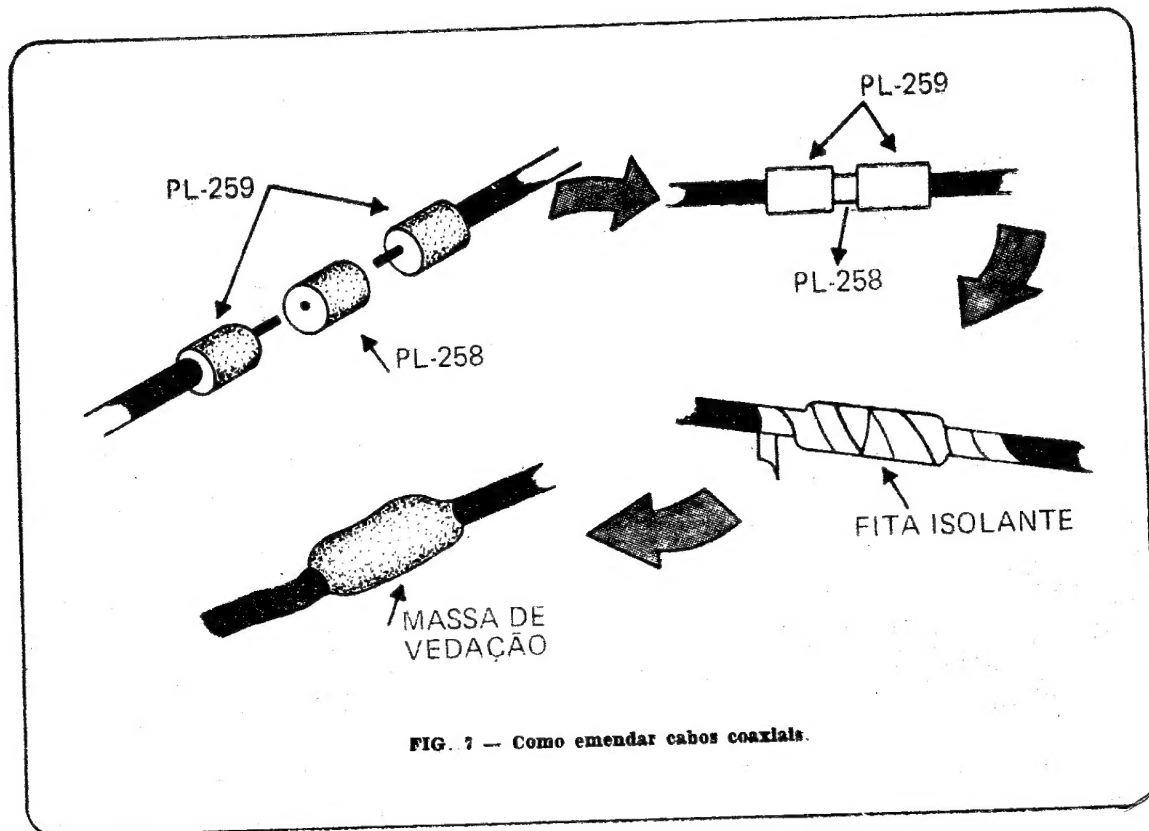

FIG. 7 — Como emendar cabos coaxiais.
d) Há operadores que se apegam à simples idéia de alguém dizer que um coaxial possa ser emendado. Pode sim, e sem que seu desempenho caia de maneira perceptível. Se por qualquer motivo você tiver que emendar um cabo, instale dois conectores PL-259 nas pontas a serem reunidas. Una-as, depois, com um adaptador PL-258 e envolva o conjunto com fita isolante de boa qualidade. Se a emenda val ficar exposta ao tempo, cubra-a com massa de vedação 3M (Fig. 7).